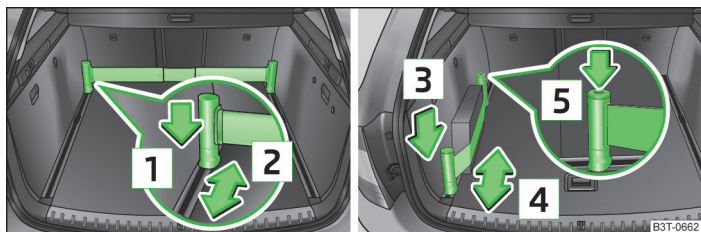

Fig. 99 Barra telescópica y correa tensora
- Presionar la parte superior del soporte en la dirección de la flecha [1] » fig. 99 y empujarla al mismo tiempo hacia la posición deseada en el sentido de la flecha [2].
- Presionar el soporte en la dirección de la flecha [3] » fig. 99 y empujar al mismo tiempo hacia la posición deseada en el sentido de la flecha [4].
- La correa tensora también se puede enrollar completamente pulsando la tecla [5] » fig. 99.